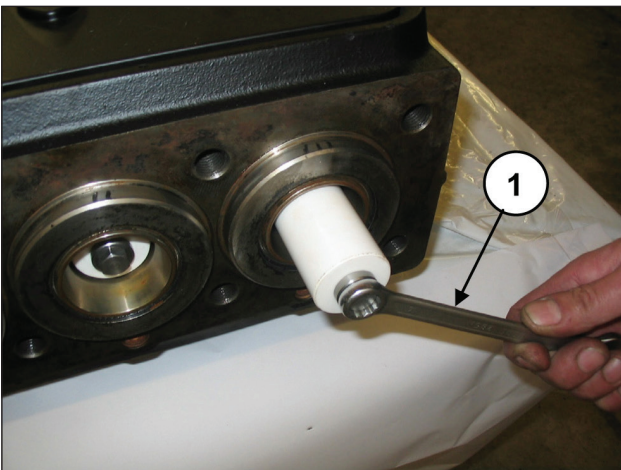

Abb. 121
Demontieren Sie die Kolben durch Abdrehen der Befestigungsschrauben (Pos. ①, Abb. 121). Streifen Sie den Kolben aus dem Dichtungshalter und überprüfen Sie die Kolbenoberfläche auf etwaige Kratzer, Verschleiß- oder Kavitationsanzeichen